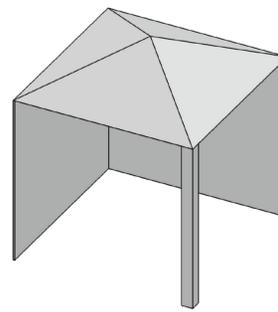
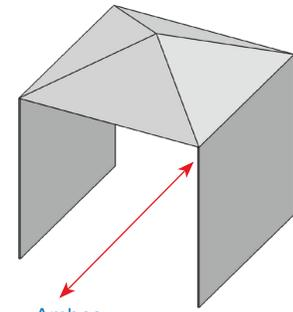

Fig. 2
Fig. 3
- » Las paredes laterales pueden ser paralelas, como en un pasaje con brisa, o perpendiculares entre sí. (Fig. 2 y Fig. 3)